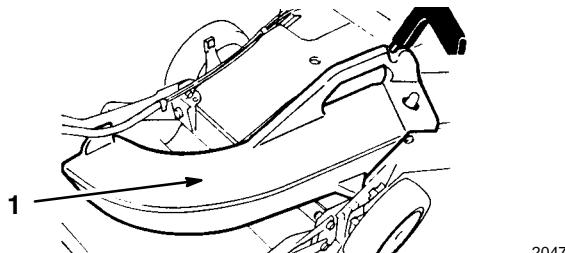

Abbildung 35
1. **Seitenauswurfvorrichtung Modell Nr. 59113** — Läßt sich in Sekunden installieren. Wird anstelle des Graskorbs oder des Auswurfskanalstopfens hinten am Gerät montiert. Verteilt geschnittenes Gras an beiden Seiten (Abb. 35).